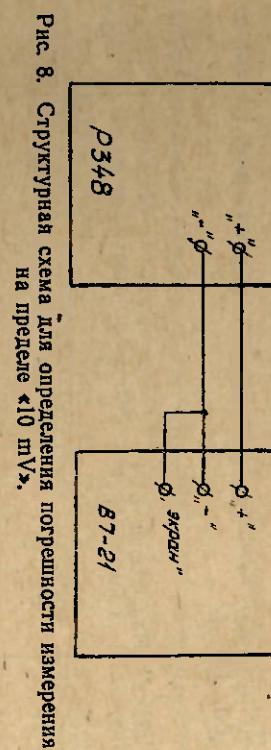
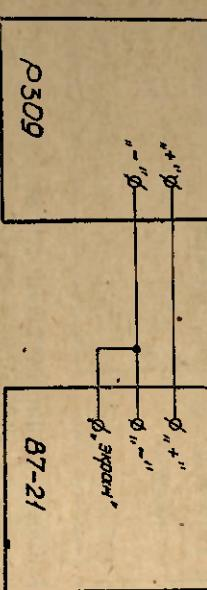

Рис. 8. Структурная схема для определения погрешности измерения на пределе $\langle 10 \text{ mV} \rangle$.
Рис. 9. Структурная схема для определения погрешности измерения на пределах $\langle 100 \text{ mV} \rangle$ и $\langle 1 \text{ V} \rangle$.
12. 6. 2. Проверка на каждом пределе подлежат точки $\pm 10\%$; $\pm 100\%$ и $\pm 120\%$ установленного предела измерения, которые соединяются согласно структурным схемам, приведенным на рис. 8 — для поверки на пределе $\langle 10 \text{ mV} \rangle$; на рис. 9 — для поверки на пределах $\langle 100 \text{ mV} \rangle$ и $\langle 1 \text{ V} \rangle$; на рис. 10 — для поверки на пределах $\langle 10 \text{ V} \rangle$, $\langle 100 \text{ V} \rangle$ и $\langle 500 \text{ V} \rangle$.